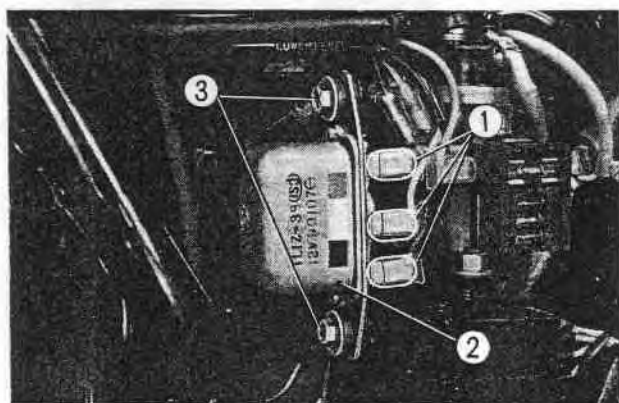

Fig. 8-11 ① Broches
1. Déposer le carénage de batterie et enlever le régulateur en dévissant les deux boulons de fixation. (Fig. 8-11)